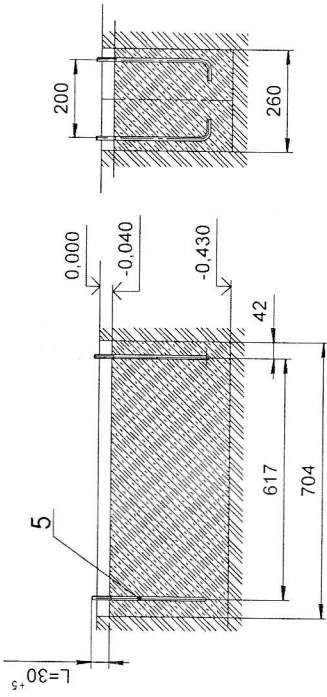

Рис. 2
12.1.3 Размеры минимального пространства для размещения оборудования и безопасные расстояния от оборудования до поверхности площадки указаны на рис. 2.
12.3.2 Подготовить приямки по схеме на рис. 2, размерами 704ммх260мм, глубиной 430 мм.